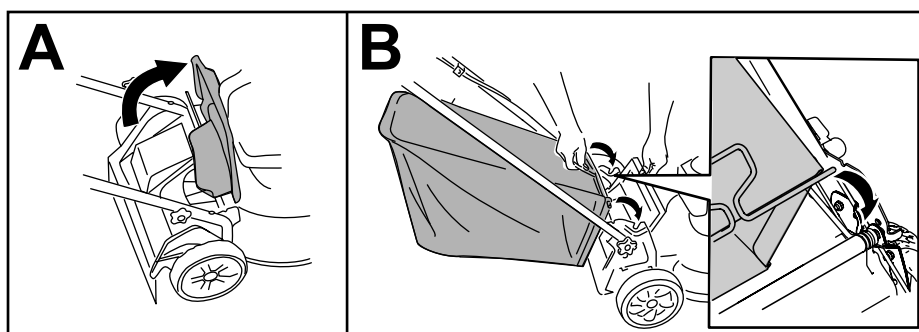

Figura 13
1. Levante o defletor traseiro (A de Figura 13).
2. Insira as extremidades da barra do saco de relva nos entalhes dos suportes do (B de Figura 13).